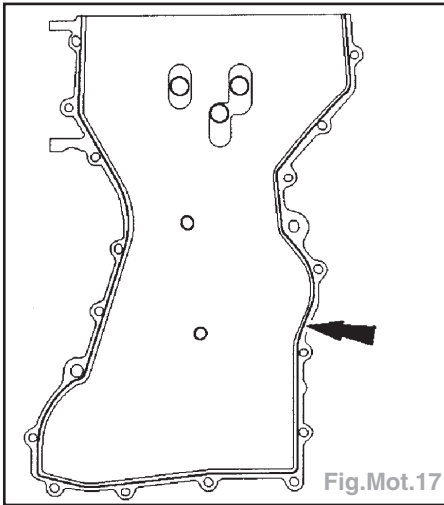

Fig.Mot.17
- Appliquer un cordon d'étanchéisant au silicone de 3 mm sur le couvercle de distribution (Fig.Mot.17).